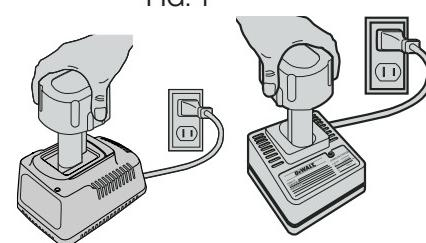

FIG. 1
2. Insérer le bloc-piles dans le chargeur, tel qu'illustré à la FIG. 1, en s'assurant de bien l'enfoncer. Le voyant (de charge) rouge clignotera, indiquant que le cycle de charge est amorcé.